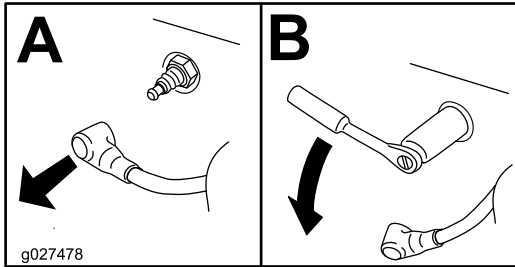

Figure 28
4. Déposez la bougie (Figure 28).